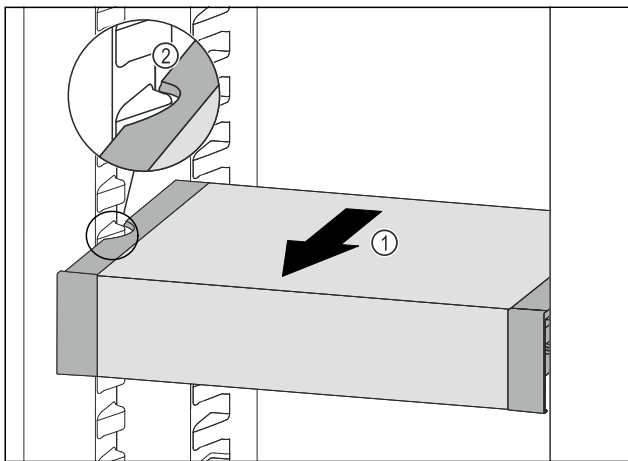

Fig. 135
- Tirare VarioSafe in avanti Fig. 135 (1) fino a quando le cavità laterali di VarioSafe non si trovano al livello della nervatura del contenitore nel vano frigorifero. Fig. 135 (2)